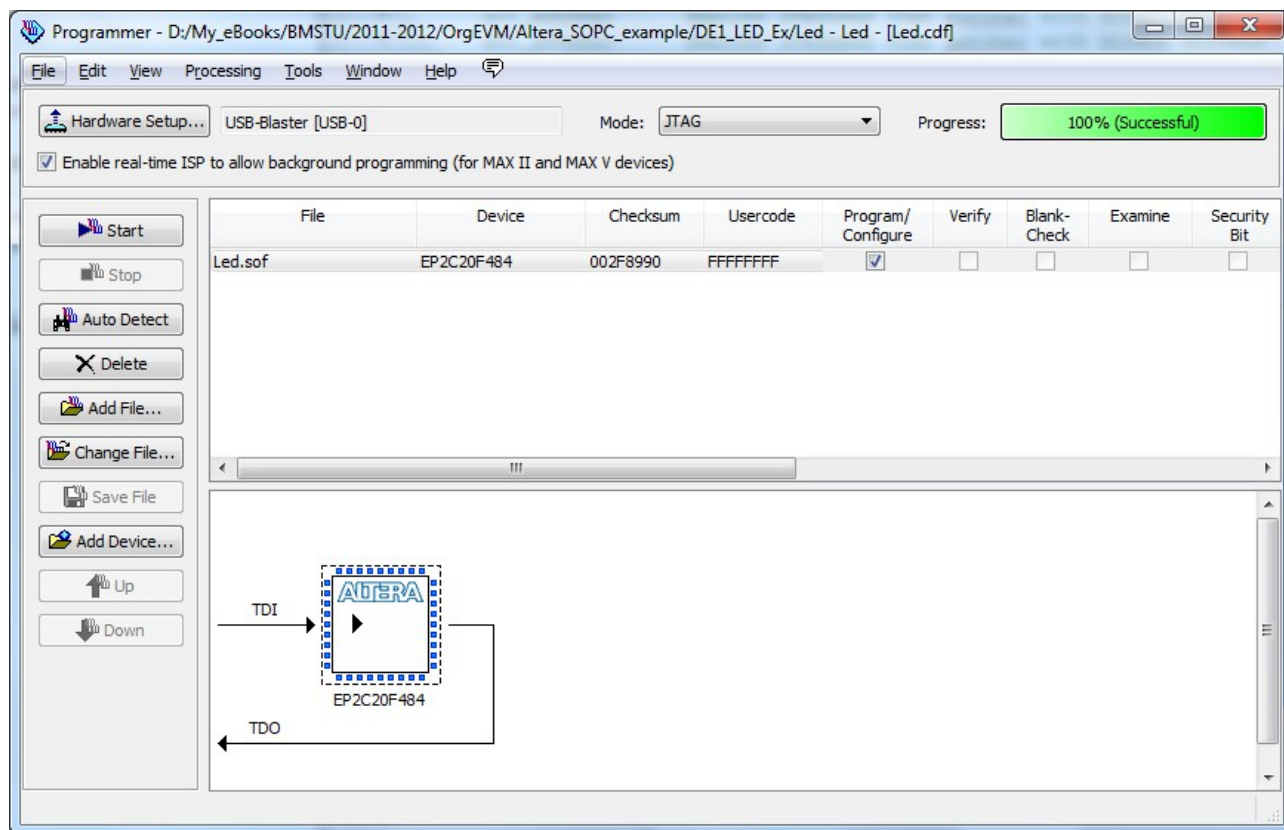

Рисунок 9 — Окно модуля программирования ПЛИС
- 9.1 В САПР Quartus II в меню Tasks (левый нижний угол) Program Device (см. рисунок 9).